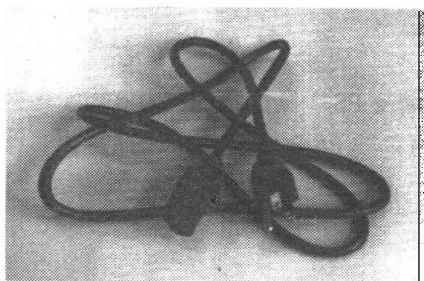

图 1-6 计算机的电源线及接头
- ① 主机电源线及插座 ② 显示器电源线及插座 ③ POWER 风扇 ④ PS/2 键盘及插座
⑤ PS/2 鼠标插座 ⑥ COM1 及 COM2 ⑦ 并口 ⑧ 显示器信号线 ⑨ 声卡插座
1. 主机电源插座: 为三 PIN 的公插座, 使用电源线来连接家中的 220V/110V 电源。如图 1-6 所示。